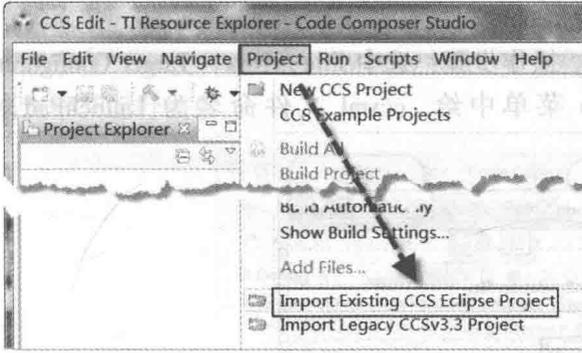

图 1-5 选中 Import Existing CCS Eclipse Project 子菜单
2) 导入库函数。在主菜单栏的 Project 下拉菜单中选择 Import Existing CCS Eclipse Project 子菜单，在弹出的对话框中按 Browser 按钮寻找并导入 driverlib（驱动库）、usbllib（usb 库）和 glib（图形库）库函数，同时选中 Copy project into workspace 选项，如图 1-5、1-6 所示。